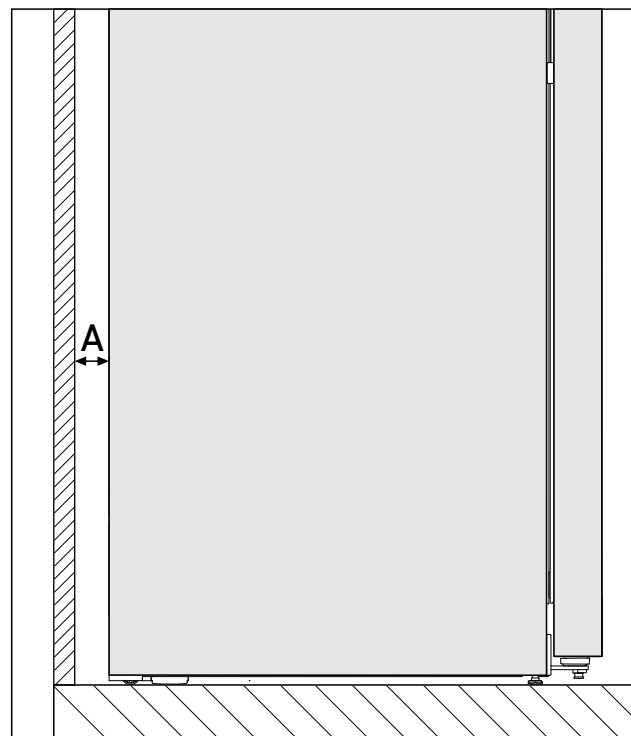

Fig. 2 *
La consommation d'énergie a été déterminée avec une distance des murs Fig. 2 (A) entre l'arrière de l'appareil et le mur. Si la distance des murs est inférieure à Fig. 2 (A), cela n'a aucune incidence sur le fonctionnement de l'appareil. En revanche, la consommation d'énergie augmente légèrement lorsque la distance des murs est réduite.*